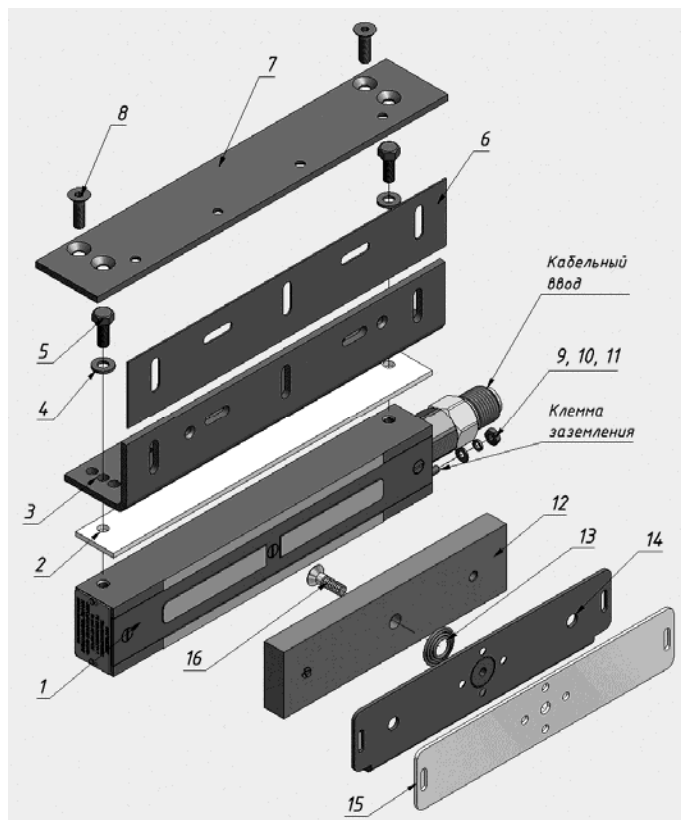

Рис.1
5.2 Замок состоит из корпусной части, якоря и комплекта для крепления якоря на двери без сверления сквозных отверстий (Рис.1).
5.3 Корпус замка может крепиться при помощи угольника (3) или через монтажную пластину (7) (рис.1). Если позволяет конструкция места монтажа, допускается крепление непосредственно через крепежные отверстия в корпусе замка (резьба М6), длина винтов в этом случае определяется на месте, при этом в тело корпуса винты должны входить не более чем на 10мм. Крепежные отверстия предусмотрены с двух сторон корпуса, поэтому возможно изменение направления прокладки кабеля на 180 градусов в зависимости от удобства монтажа. После установки корпуса неиспользованные крепежные отверстия закрыть винтами – заглушками М6х10 из комплекта поставки.